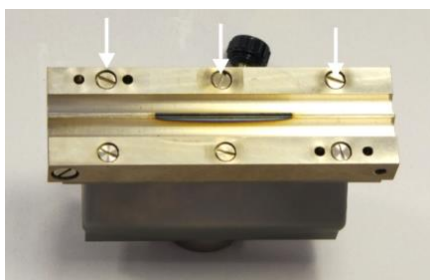

Рис. 55 Винты на передней щечке горелки
1. Выкрутите винты из передней щелки горелки (показано стрелкой на Рис. 55) (винт для фиксации горелки на горловине смесительной камеры также расположен на передней щечке горелки).